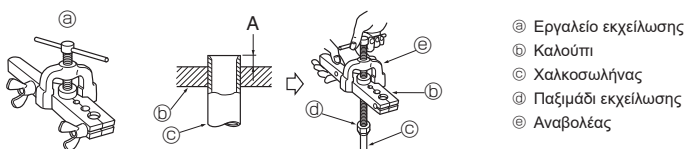

Fig. 5-5
5.3.4. Εργασία εκχείλωσης (Fig. 5-5)